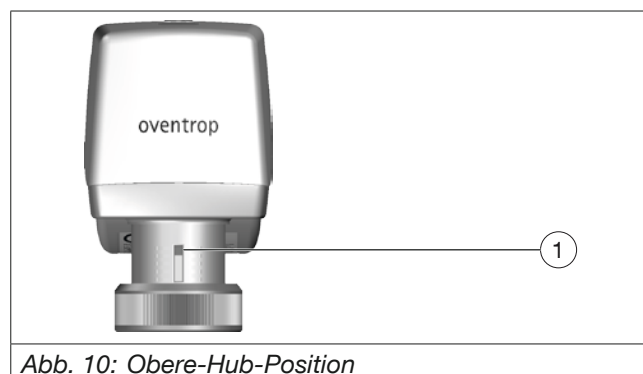

Abb. 10: Obere-Hub-Position
- Der Stellantrieb fährt in die obere Hub-Position (siehe Position (1) in Abb. 10 auf Seite 10), wenn 24 V an Position/Kontakt (3) anliegen.
- Der Stellantrieb fährt in die untere Hub-Position, wenn 24 V an Position/Kontakt (2) anliegen.
3. Wenn sich der Stellantrieb nicht in der oberen Hub-Position befindet (siehe Position (1) in Abb. 10 auf Seite 10):